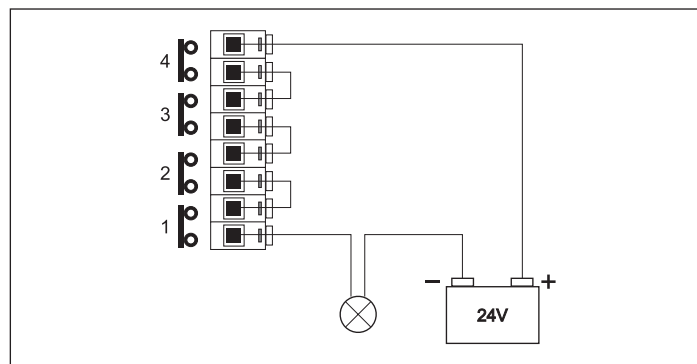

Fig. 4.5.1
La morsettiera (20) consente il collegamento di relè di test da utilizzarsi per la segnalazione di guasti degli amplificatori interni. In fig. 4.5.1 un esempio di collegamento: quando la lampadina si spegne, è stato rilevato un guasto su uno dei quattro amplificatori.
- >> Le quattro levette del dip-switch (9) selezionano l'amplificatore al quale verranno impostati i parametri.
- >> Le otto levette del dip-switch (14) servono ad impostare i parametri specifici.
The terminal strip (20) allows for the connection of test relays to be used to detect faults with the internal amplifiers. Fig. 4.5.1 shows an example of how to connect a test relay: when the lightbulb is off, a fault has been detected with one of the four amplifiers.